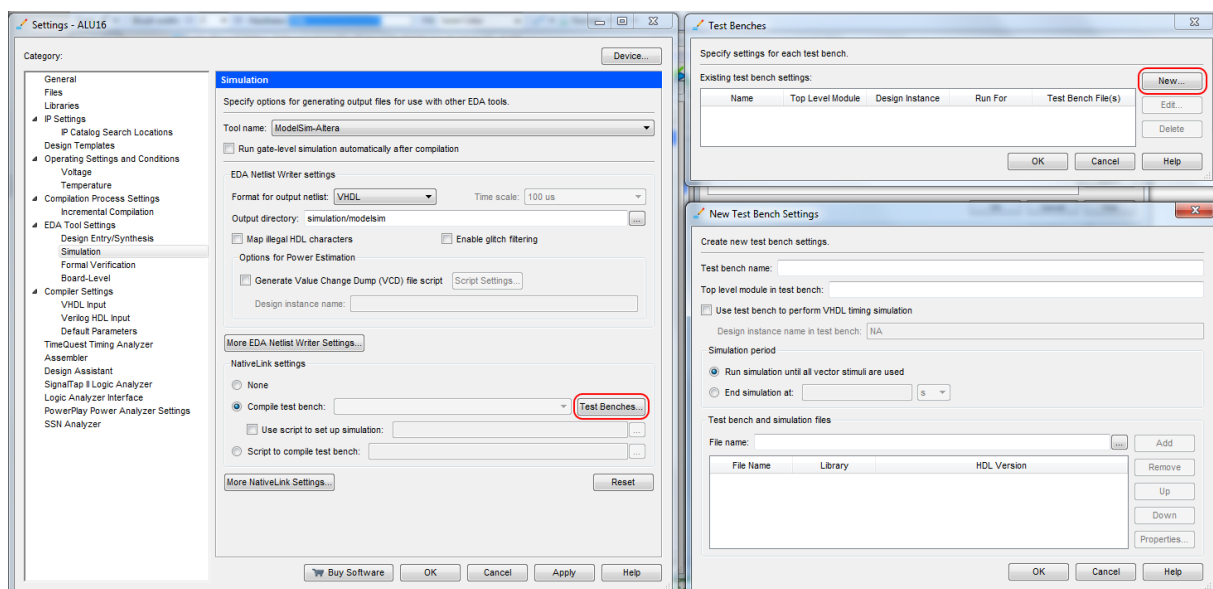

Figura 11 – Passos de configuração da *testbench* a usar na simulação temporal da ALU de 16 bits.
- Especifique as opções de simulação através do menu “Assignments → Settings...” (que deverá abrir a janela da esquerda da Figura 11).
- Nas opções “NativeLink Settings” ative “Compile test bench:” e clique no botão “Test Benches...” (Figura 11).
- Voltando à janela anterior (Figura 11, janela da esquerda) selecione “More EDA Netlist Writer Settings”. Aparecem várias opções. Escolha “off” em “Generate functional simulation netlist”.
- Após configuração, as três janelas da Figura 11 devem apresentar o aspeto das Figuras 12 a 14.